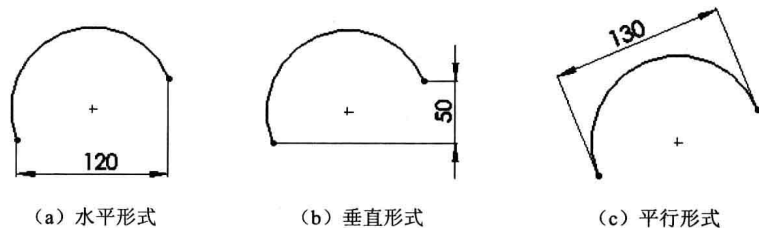

图 2-17 圆弧弦长的标注
(3) 标注圆弧的弦长: 依次选取圆弧的两个端点, 然后拖动鼠标, 在要放置标注的位置单击即可。根据尺寸放置的位置不同有三种标注形式: 水平形式、垂直形式和平行形式, 如图 2-17 所示。